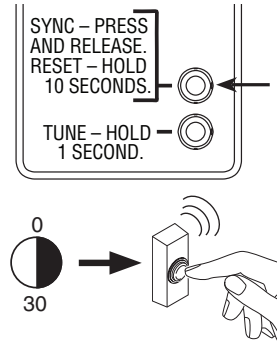

Figura 8
5. Sincronice el botón pulsador y la base de la campanilla (vea la Figura 8).